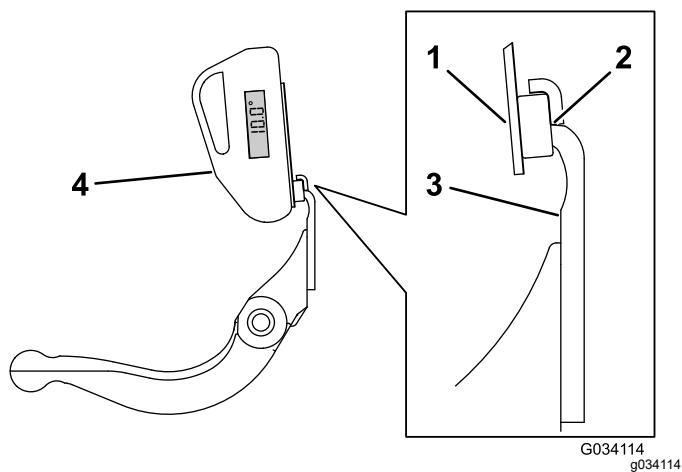

Figura 33
- 3. Coloque a montagem do indicador de ângulo na extremidade da lâmina de corte para que a extremidade do ímã fique alinhada com a extremidade da lâmina de corte (Figura 33).
4. Coloque o indicador de ângulo na montagem, como se mostra na Figura 33.